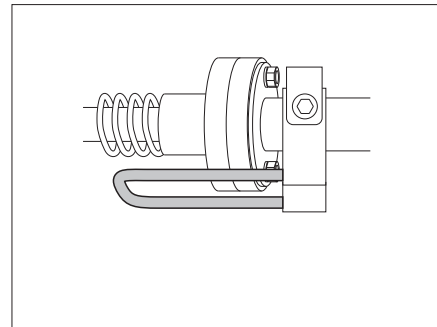

Bild 154 Sicherungshebel in Stellung gesichert
- ▶ Vor der Benutzung des Bettes prüfen, ob sich der Sicherungshebel in der gesicherten Position befindet (Bild 154).
- Sicherungshebel in die gesicherte Position stellen (Bild 154).